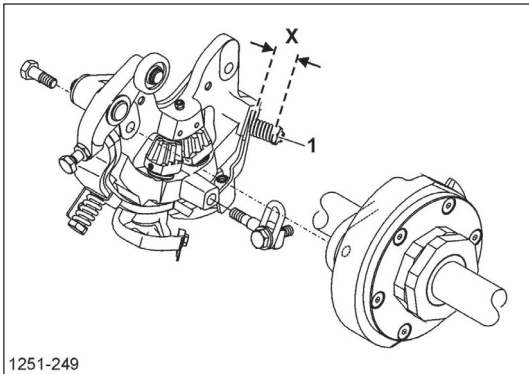

Рисунок 87
- Скорректируйте отклонения при помощи контргайки [1] (Рисунок 87).